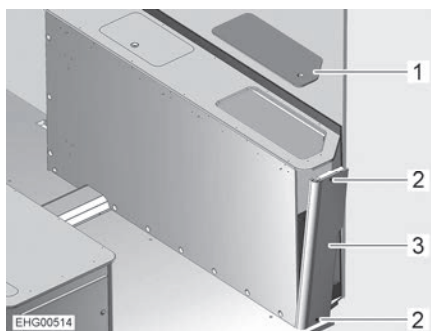

Fig. 159 Cassone letto a destra
- Rimuovere il coperchio di servizio (Fig. 159,1).
- Svitare le 2 viti (Fig. 159,2).
- Accedere al cassone letto dall'alto e spingere leggermente il pannello laterale (Fig. 159,3) verso l'esterno.